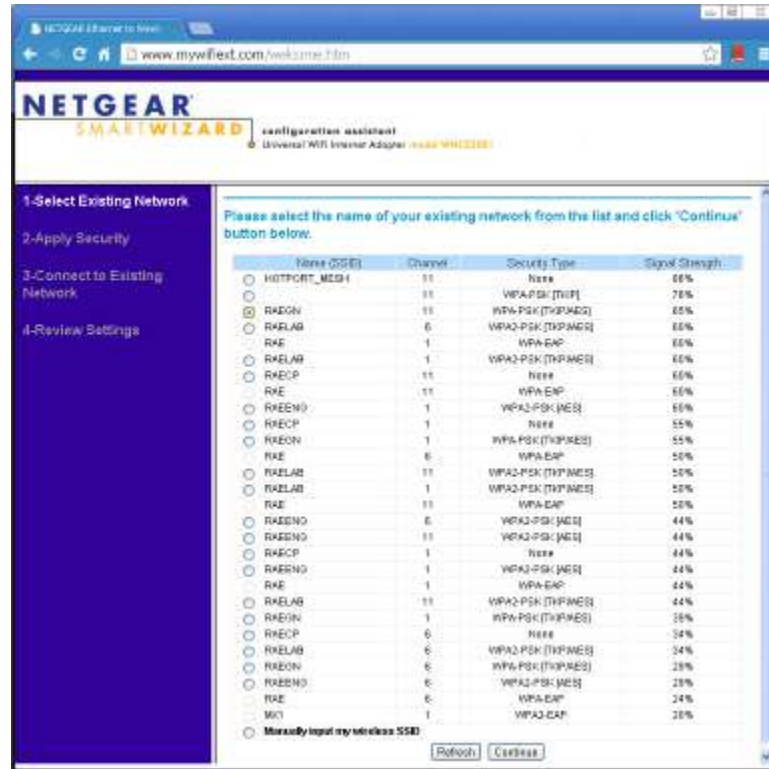

Рис. 4. Выбор беспроводной сети (в примере показаны все доступные сети в пределах досягаемости; выберите свой вариант)
4. Убедитесь, что в данный момент ПК взаимодействует только с WiFi-адаптером и ни с каким другим проводным или беспроводным соединением Ethernet. Откройте на ПК с ОС Windows интернет-браузер. Откроется меню настройки WiFi-адаптера, как показано на рис. 4–6. Примечание: необходимо будет выбрать местоположение. Нажмите кнопку «Continue» (Продолжить).
5. Выберите беспроводную сеть, введите пароль и подтвердите настройки/соединение, как показано на рис. 4–6.
9. Включите беспроводное соединение и подключите ПК к той же беспроводной сети, что и WiFi-адаптер (на рис. 4 и других иллюстрациях показан пример с использованием сети «RAEGN»).
А. Соединение вручную. Откройте окно свойств TCP/IP для WiFi-порта ПК. Вручную установите IP-адрес, маску подсети и основной шлюз (как показано на рис. 4) для подключения к контроллеру AutoRAE 2 при отключенном протоколе динамической конфигурации узла.